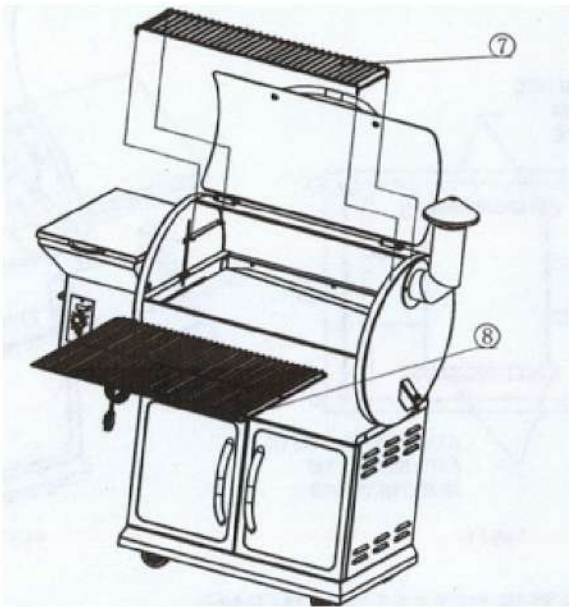

Рисунок 14
Установите решетки гриля (8) в зоне приготовления пищи внутри камеры гриля. Установите решетку для разогрева (7) выше на специальные кронштейны. Схема установки решеток представлена на рис. 14